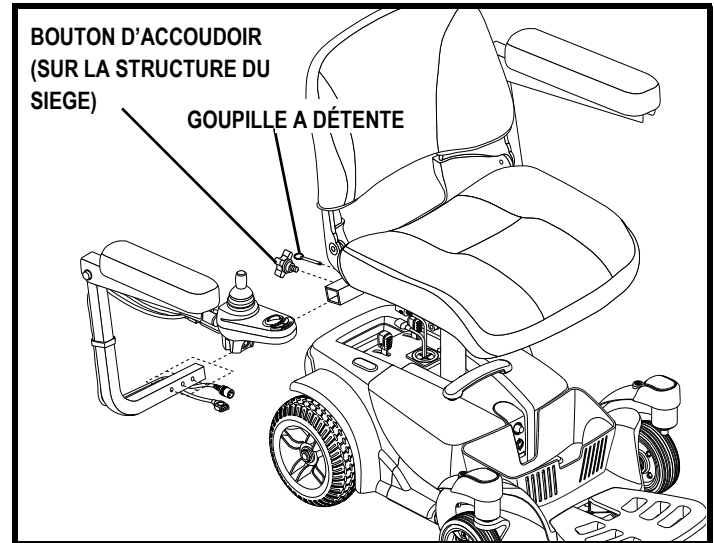

Figure 18. Réglage en largeur des accoudoirs
1. Trouvez les boutons de réglage sur chaque coté du siège. Voir la figure 18.
2. Desserrez les boutons (2).